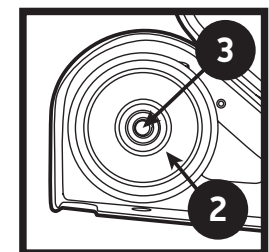

Figure 12
3. Installer la roue de tension supérieure de sorte que sa surface de roulement interne soit d'environ 1,524 mm à l'extérieur du support de roulement. Fixer la roue à l'aide de vis de blocage. (Figure 12)